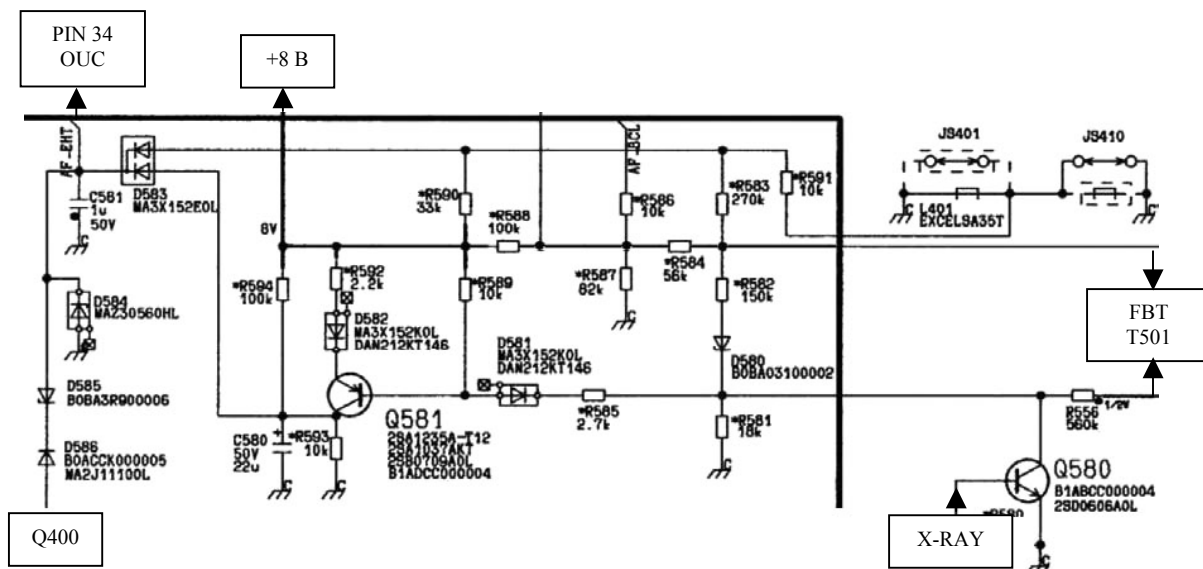

Рис. 6.0
3. Эта схема начинает функционировать каждый раз при начале работы каскада X-гау. Подача напряжения каскадом X-гау инициирует следующий процесс: открывается Q580 → открывается Q581 → открывается D583 → на входе ЕНТ/PROTECTION (контакт 34) появляется высокий потенциал → UOC отключается. [Рис. 6.0]